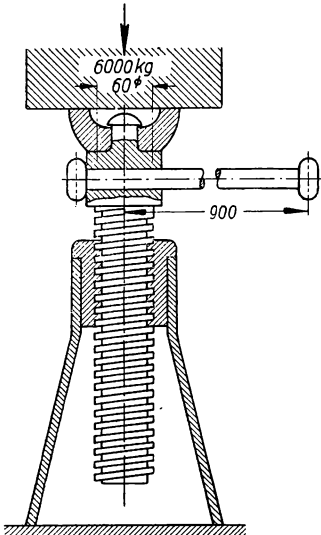

Bild 255
**390.** Die Spindel der Schraubenwinde (Bild 255) für 6000 kg Last hat Flachgewinde von 70 mm äußerem Durchmesser, 56 mm Kerndurchmesser und  $\frac{1}{2}$ " Ganghöhe. a) Welche Kraft muß zum Heben der Last am Ende des